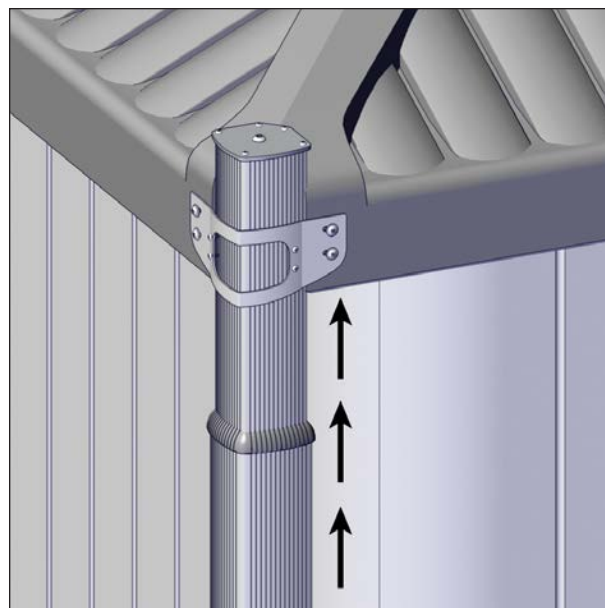

FIGURE 46: VÉRIFICATION DE L'INSTALLATION DES SUPPORTS DE COIN EXTERNES
7. Vérifier l'installation des supports en essayant de soulever les manchons. Refaire les étapes précédentes si des vis sont cassées ou desserrées ou si le manchon continue de bouger voir Figure 46.